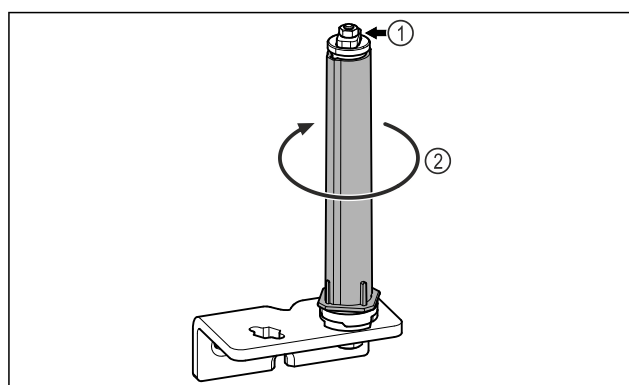

Fig. 22
- ▶ Non disassemblare il sistema di chiusura della porta Fig. 22 (1).
- ▶ Ruotare il sistema di chiusura Fig. 22 (2) finché non scatta.